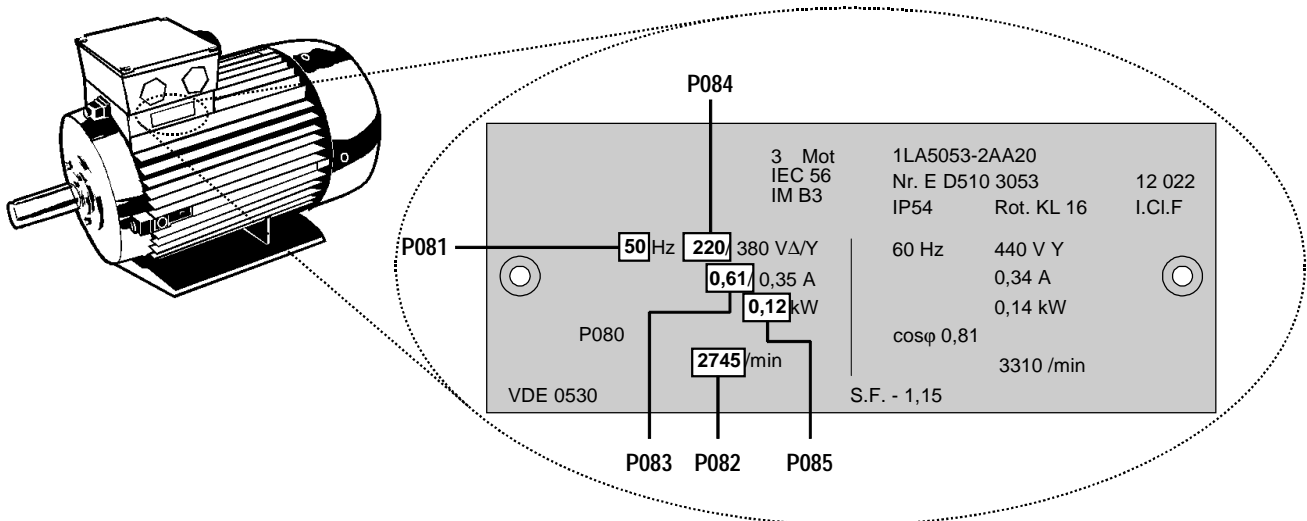

Figura 4.2.1.: Ejemplo típico de placa de características de un motor
- (1) El convertidor no posee un interruptor principal de alimentación y, por lo tanto, está bajo tensión cuando se conecta a la red. La salida de potencia permanece desactivada hasta que se pulsa el botón de MARCHA o hasta que se produce la presencia de una señal digital de ON en el borne 5 (giro horario) o en el borne 6 (giro antihorario) - consulte los parámetros P051 - P055 y P356.
- (2) Si se selecciona la opción de visualización de la frecuencia de salida (P001 = 0), la consigna correspondiente se visualizará cada 1,5 segundos aproximadamente cuando el convertidor está parado.
- (3) El convertidor se programa en fábrica para aplicaciones con motores normalizados estándar Siemens. Si se utilizan otros motores, es necesario introducir las especificaciones indicadas en la placa de características del motor en los parámetros P080 a P085 (consulte la figura 4.2.1). **Obsérvese que el acceso a estos parámetros no es posible salvo que P009 se haya ajustado a 002 ó 003.**
6. Ajustar los parámetros P080 a P085 de acuerdo con los datos de la placa del motor (*ver figura 4.2.1*).
Ajuste los parámetros P080 a P085 de acuerdo con la placa de características del motor. (*véase la figura 4.2.1*).